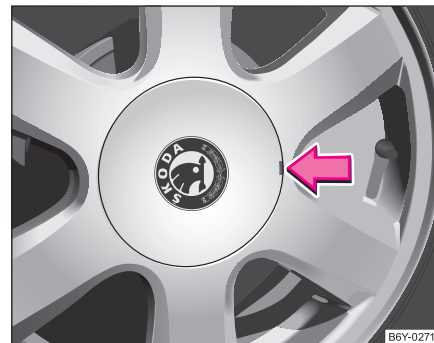

Abb. 154 Radzierkappe abziehen
- Hebeln Sie die Radzierkappe mit Hilfe des Abziehhakens vorsichtig ab ⇒ Abb. 154. ■